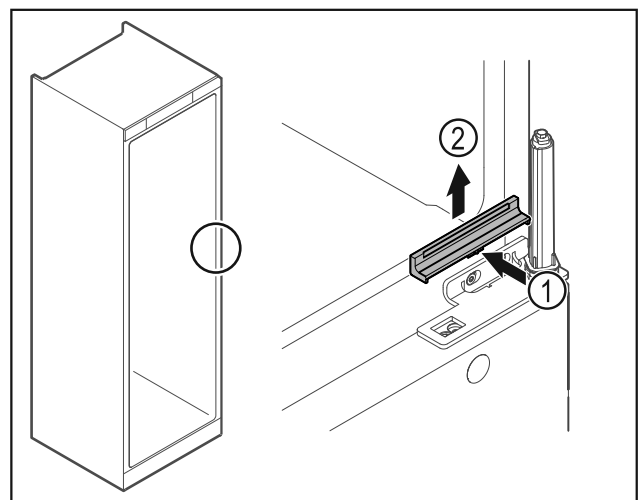

Fig. 26
- ▶ Presionar ligeramente la cubierta Fig. 26 (1) por el centro y retirarla hacia arriba Fig. 26 (2).